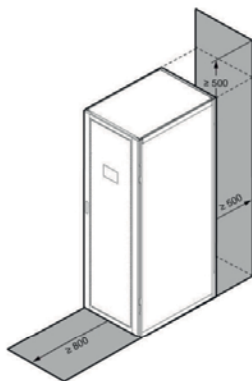
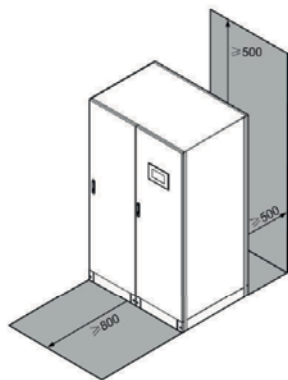

Рис. 2-4 Зарезервированное пространство ИБП 200 и 300 кВА (единица измерения: мм)
Рис. 2-5 Зарезервированное пространство ИБП мощностью 400 кВА, 500 кВА и 600 кВА (единица измерения: мм)
- Зарезервированное пространство показано на рис. 2-4 и рис. 2-5.